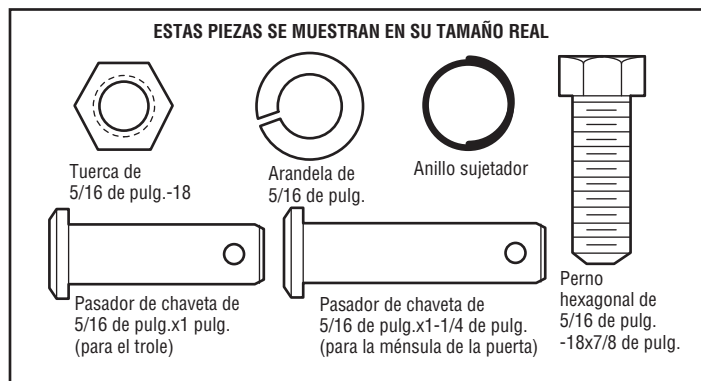

Figura 5
**IMPORTANTE:** El ranura en el brazo recto de la puerta DEBE voltearse del brazo curvado de la puerta (Figura 5).